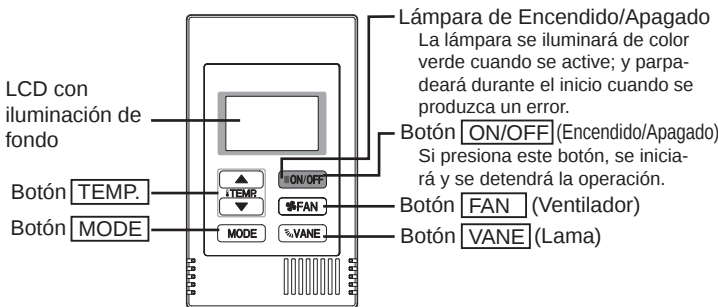

Fig. 7-8
7.3.2. Al usar el controlador remoto MA simple (Fig. 7-8)
- ① Antes de iniciar una prueba de funcionamiento, consulte la sección "Prueba de funcionamiento" del manual de instalación de la unidad interior.
- ② Cuando pulsa el botón [ON/OFF] y el botón [TEMP. ▲] simultáneamente durante dos segundos o más, se activará el botón de prueba.
- ③ Pare la prueba de funcionamiento pulsando el botón [ON/OFF].
- ④ Si aparece un código de error en el controlador remoto o si el acondicionador de aire no funciona correctamente, consulte el manual de instalación de la unidad exterior u los otros documentos técnicos.